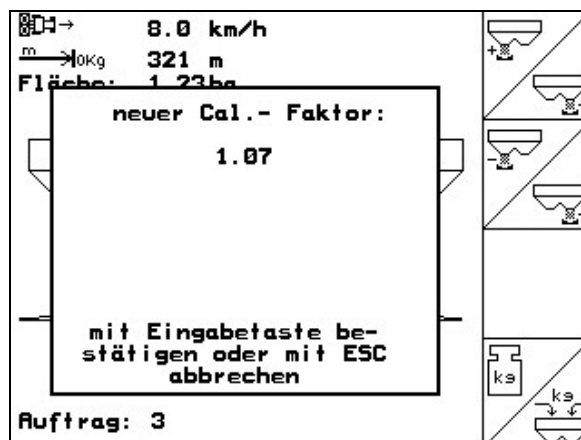

Fig. 20
7. Le nouveau facteur d'étalonnage est affiché et confirmé par , ou refusé par (Fig. 20).